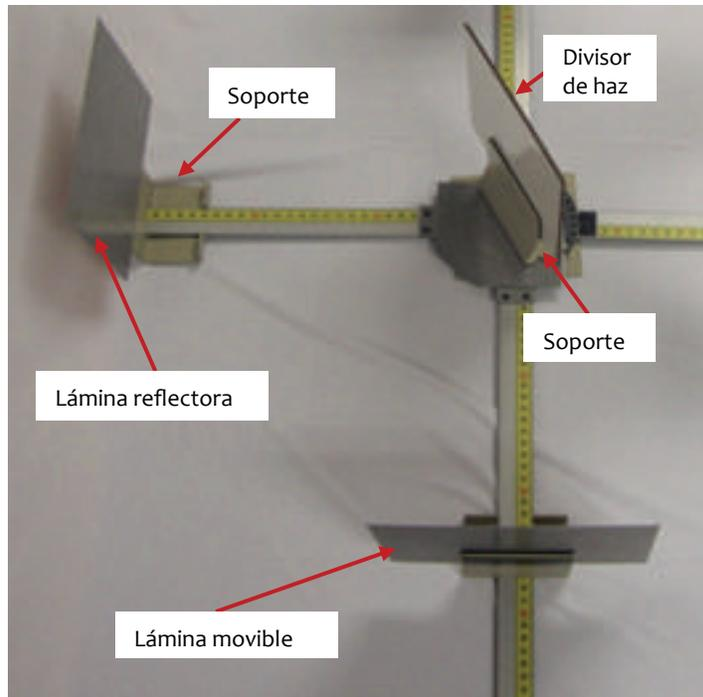

Figura 6.12. Aditamentos de microondas
o) Coloque las láminas reflectora y movable en su soporte (se pegan magnéticamente); el divisor de haz (madera cuadrada), se coloca en el soporte que tiene un orificio para poderse rotar desde el centro del goniómetro (se pega magnéticamente). Ver figura 6.12.